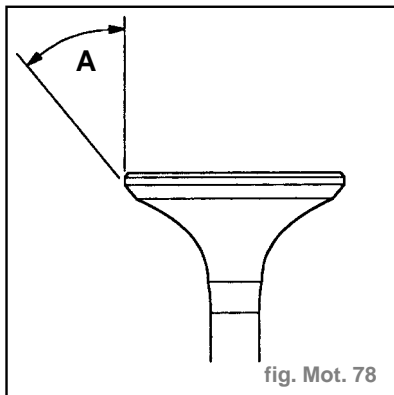

fig. Mot. 78
- Vérifier l'angle de face A de chaque soupape et remplacer toute soupape dont l'angle de face est incorrect. Ne pas tenter de le rectifier (fig. Mot. 78) :